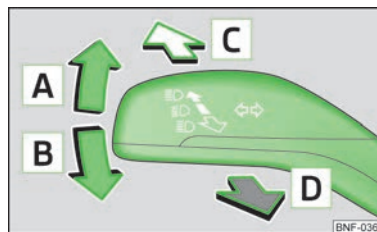

Fig. 25
- Apăsăți înspre înainte maneta pentru fază lungă, pentru aprinderea fazei lungi » fig. 25 la pagina 31.
- Apăsați maneta » fig. 25 în sus **A**, respectiv în jos **B**.
- Apăsați maneta » fig. 25 înspre în față, în sensul săgeții **C**.
➤ Trageți maneta spre volan (poziție amortizată) în sensul săgeții **D** » fig. 25 - se aprinde lumina de drum și lampa de control de pe panoul de bord.